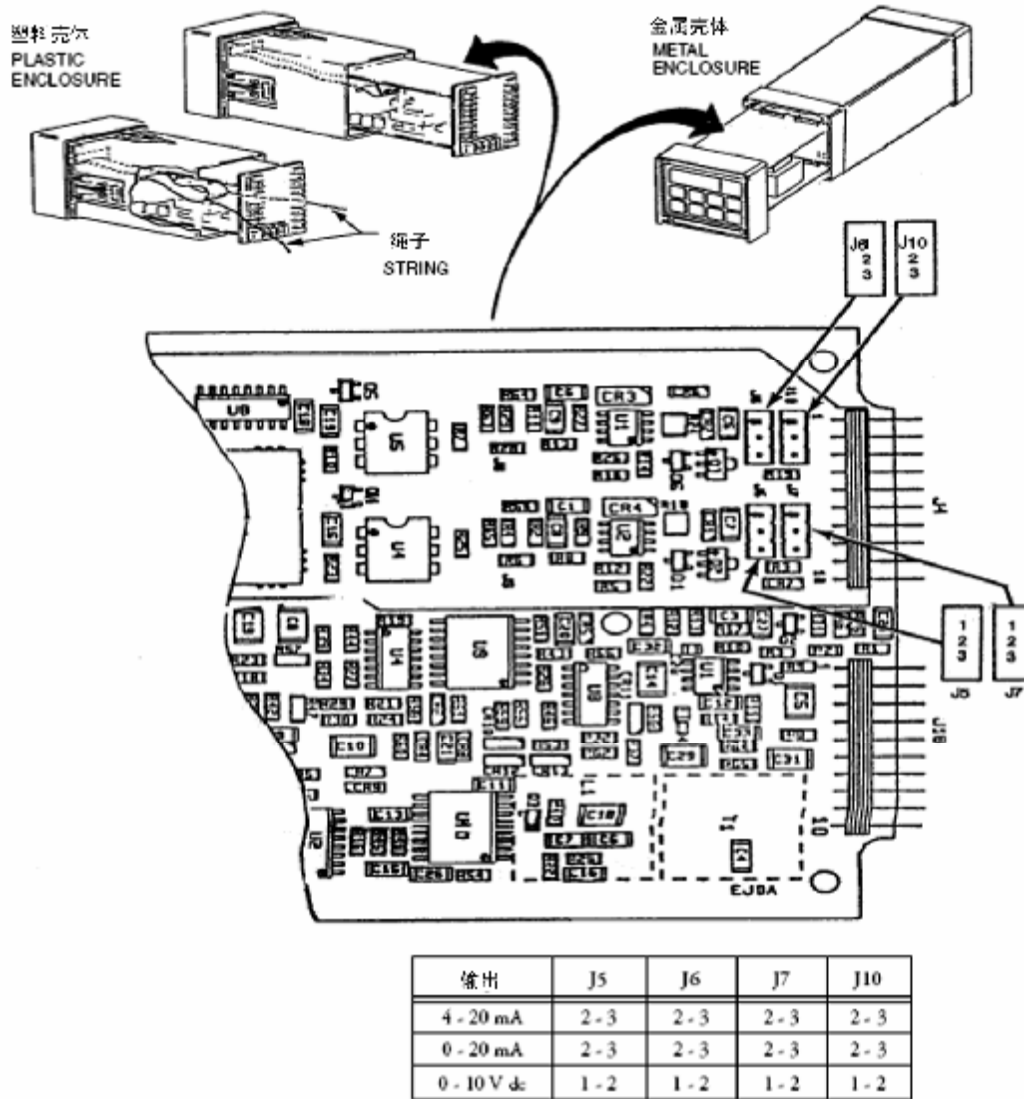

图 19. 用于更改模拟输出的跨接件
4. 参照图 19 以识别跨接件的位置。
对于塑料壳体，必须在带状电缆的环上穿过一根绳子，这样，当将电路板组件推入壳体时，绳子/带状电缆会被同时拉回去，从而可以防止电缆被损坏。参见图 19。